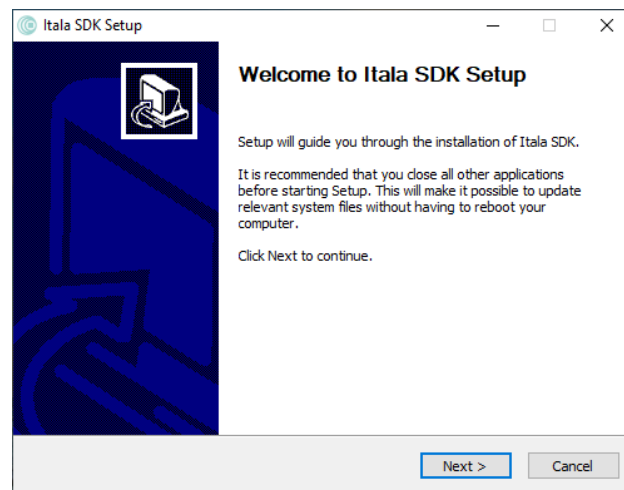

Figure 22: Finestra di installazione di Itala SDK.
2. Viene visualizzata la finestra di installazione di Itala SDK: seguire le istruzioni elencate (Fig.22).